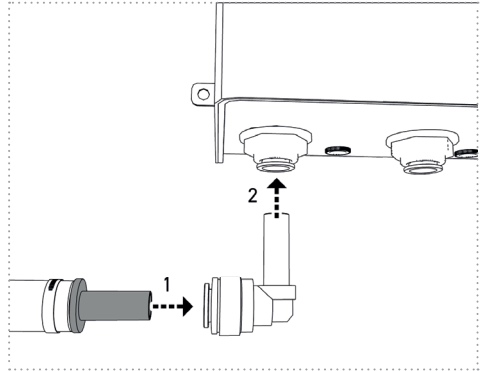
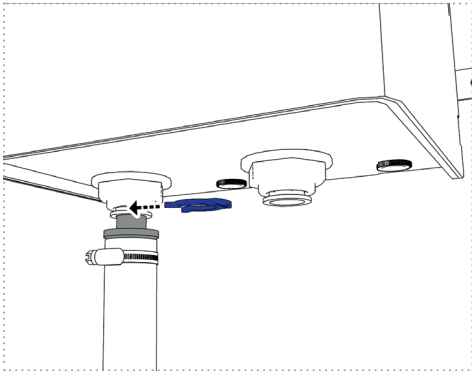

Abbildung 10b
Abbildung 11
- b. in die im Lieferumfang enthaltenen „Winkelstecker 3/8““ und danach in die UV-Einheit ein (*Abbildung 10b*).Sichern Sie in allen Fällen sämtliche Steck-Verbindungen mit den im Lieferumfang enthaltenen „Sicherungs-Ringen“ (*Abbildung 11*).